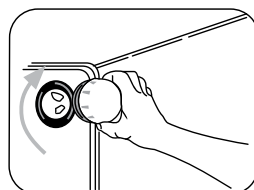

Figura 34
- Ubique nuevamente el vidrio que cubre la lámpara girando en el sentido de las manecillas del reloj (Ver Figura 34).